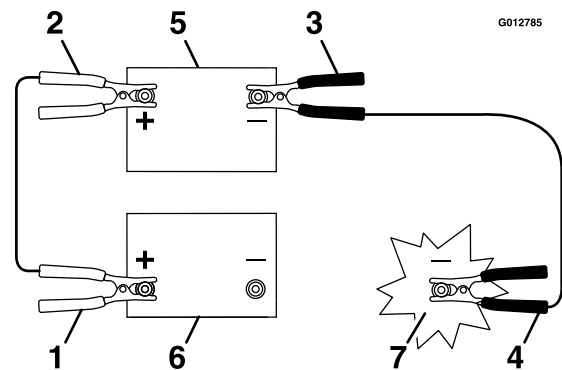

Figure 48
3. Connectez le câble positif (+) à la borne positive (+) de la batterie à plat qui est reliée au démarreur ou au solénoïde (Figure 48).